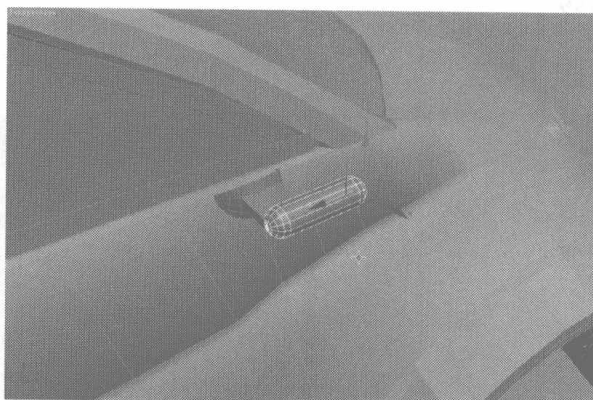

图 7.204
- 19 单击 ，进入创建面板，单击 按钮，选择 **Extended Primitives** 类型，单击 **OilTank** 按钮，在 Left 左视图中创建胶囊形状的物体，然后调整到如图 7.204 所示的位置。